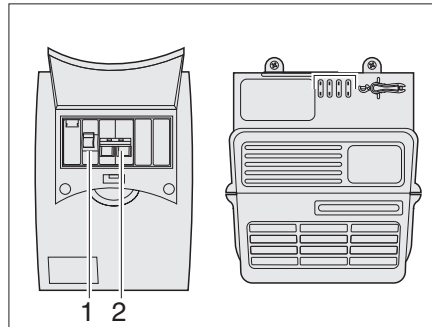

Bild 96 230-V-Sicherungskasten
Die Hauptsicherung (Bild 96,2) sichert den 230-V-Eingangsstrom mit max. 10 A ab. Zusätzlich befindet sich ein Fehlerstromschutzschalter (Bild 96,1) im Sicherungskasten.
- 230-V-Leitungsschutzschalter (siehe Bild 96) und Hauptschalter Batterie (siehe Bild 89) kurz ein- und ausschalten, um den Stromfluss zu unterbrechen.